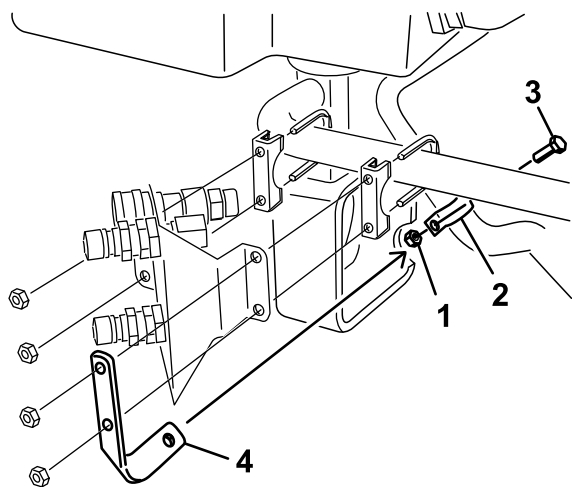

図 27
6. 太い油圧ホースに R クランプを取り付ける (図 27)。リテーナブラケットに R クランプを取り付ける；ボルト1本 (5/16 x 7/8 インチ) とナット (5/16 インチ) を使用する (図 27)。